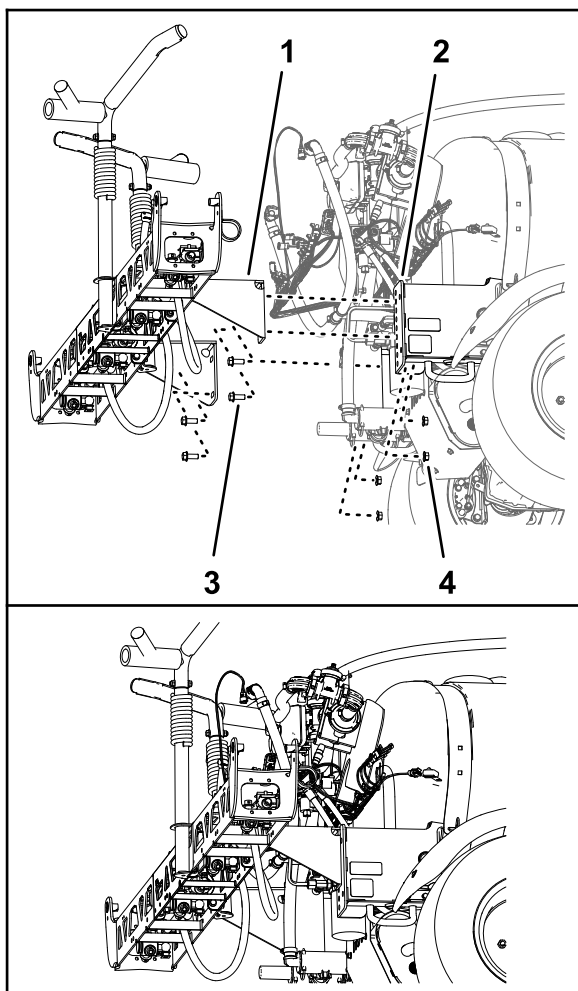

Рисунок 95
1. Используя подъемное оборудование с указанной грузоподъемностью, поднимите среднюю секцию опрыскивателя и совместите отверстия в опорном кронштейне секции опрыскивателя (Рисунок 95) с отверстиями в монтажной плите рамы машины, отмеченные при выполнении пункта 3 в разделе Демонтаж средней секции опрыскивателя (страница 27).
2. Установите среднюю секцию опрыскивателя на монтажные швеллеры (Рисунок 95) при помощи 4 болтов с фланцевыми головками (½ x 1¼ дюйма) и 4 фланцевых контргаек (½ дюйма), снятых при выполнении пункта 4 в разделе Демонтаж средней секции опрыскивателя (страница 27).